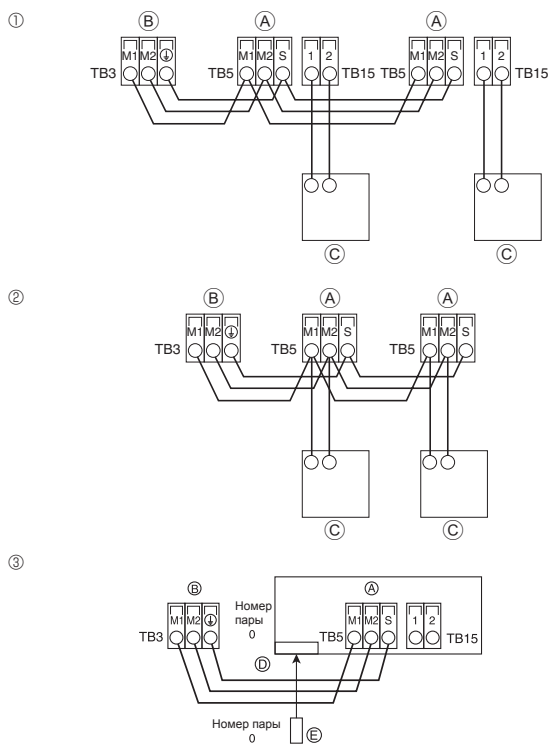
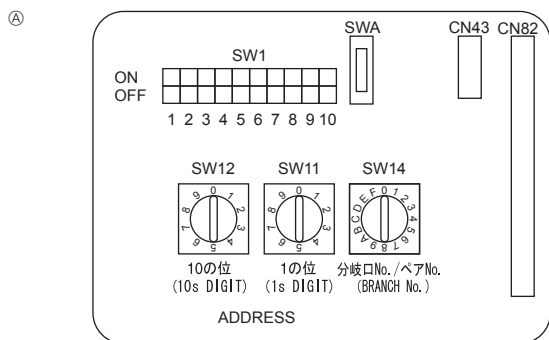

Fig. 6-3
Fig. 6-4
6.4. Подсоединение пульта дистанционного управления, кабелей передачи внутри и снаружи (Fig. 6-3)
- ① Пульт дистанционного управления "МА"
- ② Пульт дистанционного управления "M-NET"
- ③ Беспроводной пульт дистанционного управления
6.5. Установка адресов (Fig. 6-4)